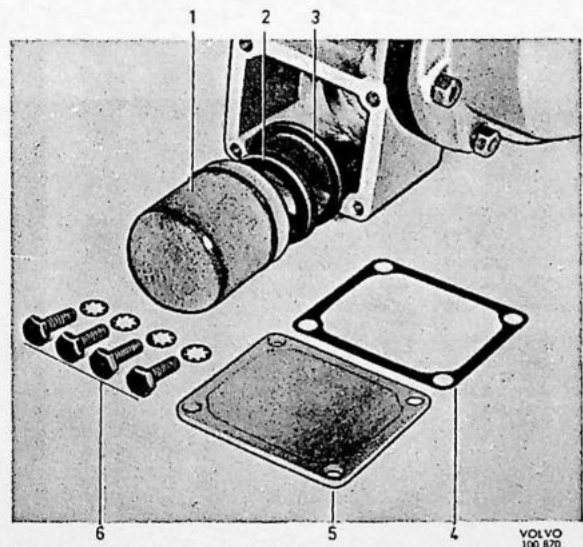

Fig. 4-53. Demontage van de oliezeef
1. Verwijder het deksel (5). Neem de oliezeef (1) eruit en de magnetische ringen (2), zie Fig. 4-53. Reinig de zeef in petroleum of benzine en blaas hem met luchtdruk droog.
2. Controleer of de pakking (3) in goede staat ver-